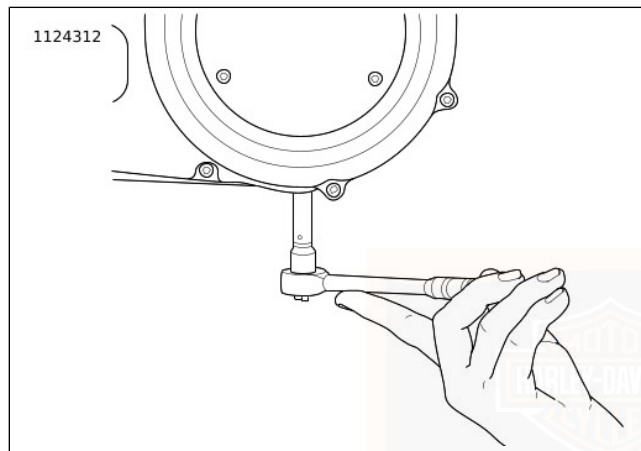

Figura 53. Rimozione/installazione del tappo di scarico del carter della catena
3. Vedere Figura 53 . Scaricare l'olio del carter della catena della trasmissione primaria.